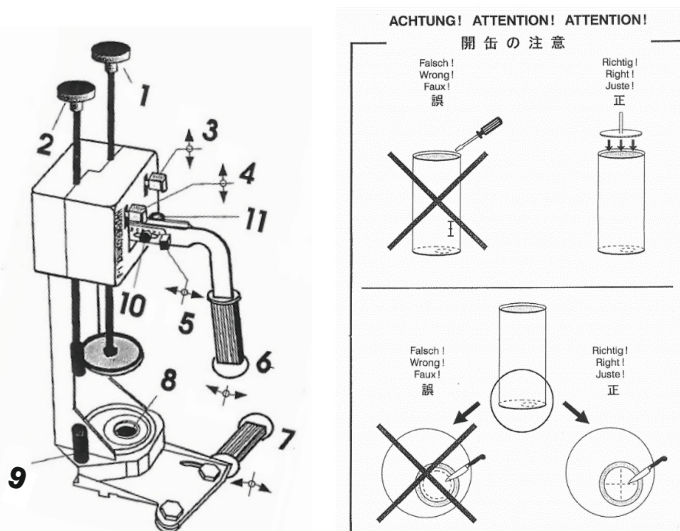

Fig. 2
2. Retirar as tampas da lata de massa de enchimento e do cartucho de endurecedor, bem como a cobertura no fundo da lata de massa de enchimento. (Para o efeito, tenha em conta a Fig. 2)